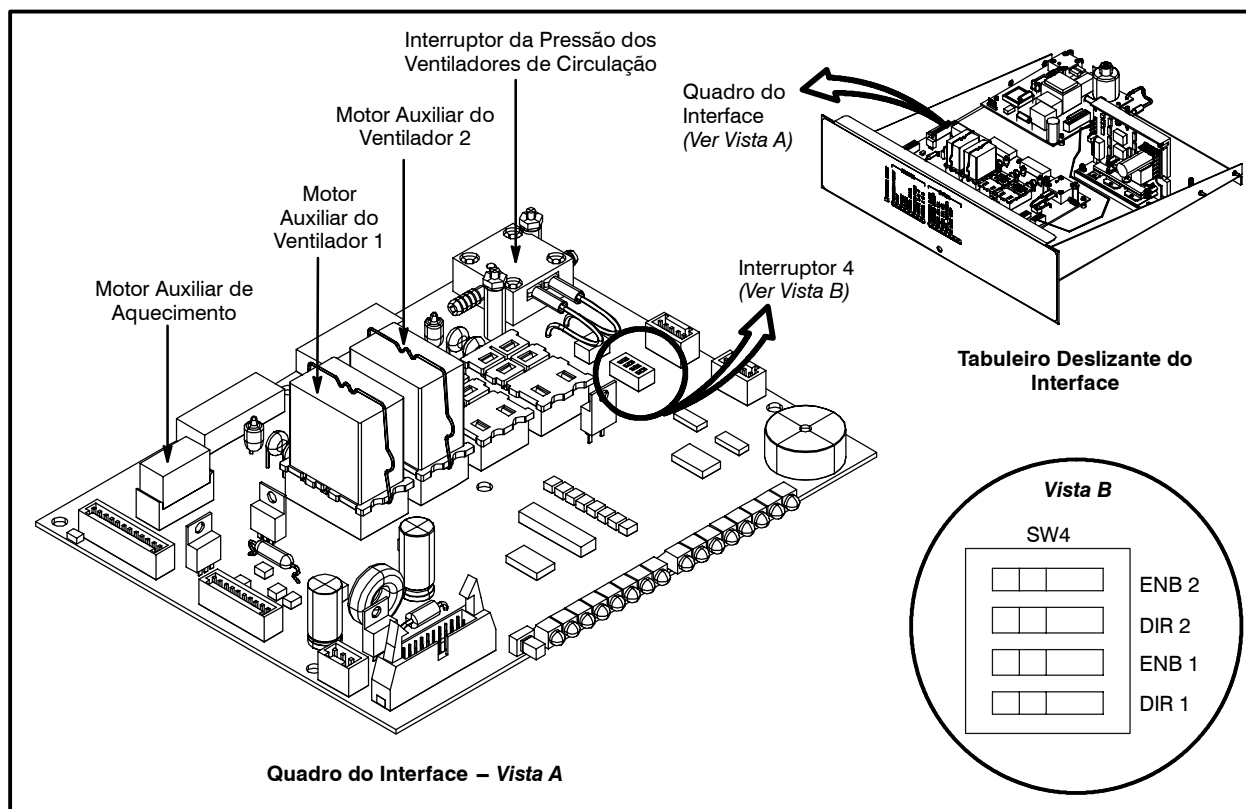

Figura 8
2. Rode o interruptor DIR1 para SW4 (interruptor 4) no quadro do interface. Ver a Figura 8.